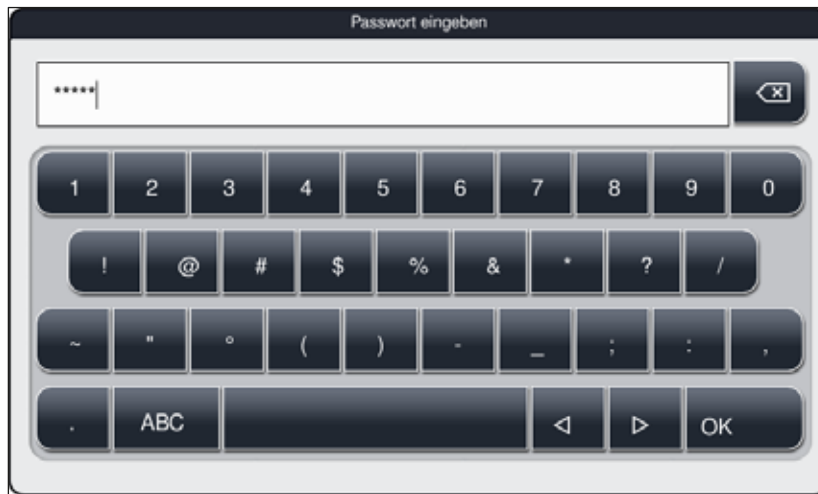

Abb. 21
- 7 Umschalttaste Sonderzeichen (→ "Abb. 21")
- Zur Eingabe eines Sonderzeichens oder Umlautes usw. welcher nicht in der Sonderzeichentastatur (→ "Abb. 21") enthalten ist, die entsprechende Normaltaste auf der Tastatur länger gedrückt halten.